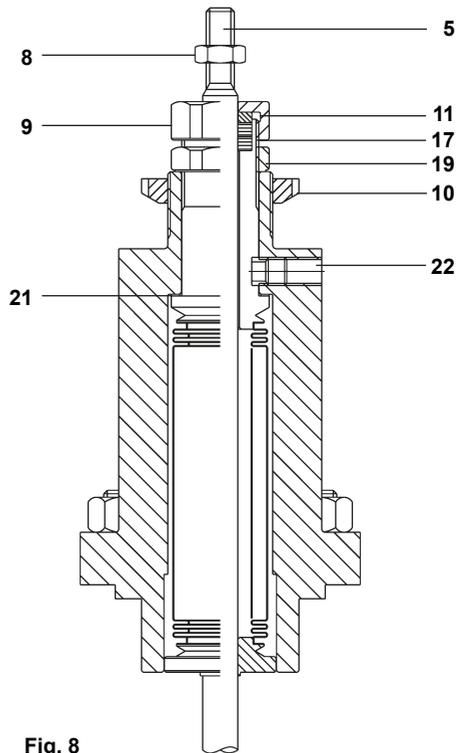

Fig. 8
4.3.1 Procedura per sostituire la tenuta dello stelo (Fig. 8)
- c) Rimuovere il dado (8).
- d) Rimuovere il dado (9) e la bussola premistoppa (11), estrarre gli anelli di tenuta (17).
- e) Esaminare le parti per rilevare eventuali segni di danni o deterioramento e sostituire, se necessario. Tracce di scorie o depositi sull'asta della valvola (5) porterebbero presto a danneggiare la tenuta.
- g) Infilare i nuovi anelli in grafite (17) sull'asta e inserirli nel loro alloggiamento curando di non danneggiarli.
- h) Inserire la bussola premistoppa (11) lungo l'asta, avvitare il dado premistoppa (9) serrando a mano.
- i) Verificare che l'asta (5) scorra liberamente.
- j) Rimontare il dado (8), rimontare l'attuatore e colloegarlo allo stelo, riferendosi alle istruzioni di Installazione e Manutenzione. Rimettere in esercizio la valvola.